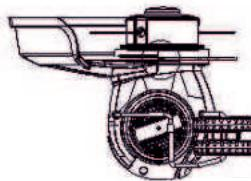

Рис. 5В
- Установите проволочный ограничитель (рис. 5А)